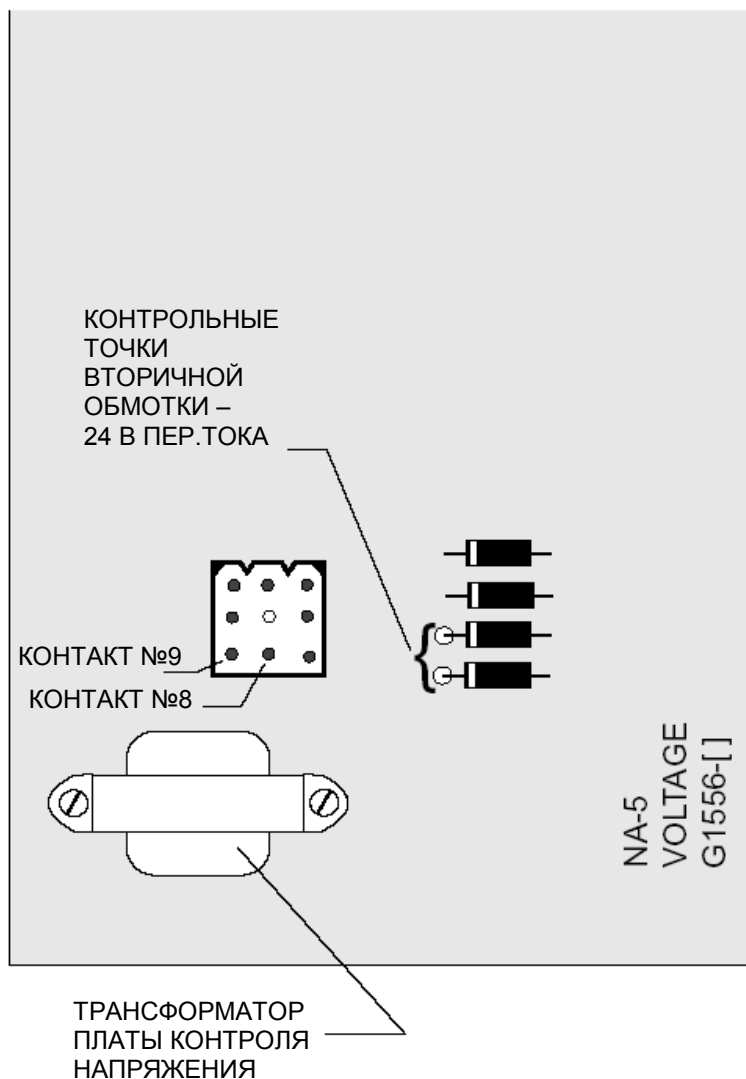

Рисунок E.4
7. С помощью блока питания подайте напряжение 115 В переменного тока на контакты №8 и №9 в 9-контактном molex-разъеме на плате контроля напряжения. Смотрите рисунок E.4. Убедитесь, что плата и провода изолированы друг от друга и других металлических проводников.
8. Проверьте вольтметром напряжение в контрольных точках на вторичной обмотке – должно быть около 24 В переменного тока. Смотрите рисунок E.4.